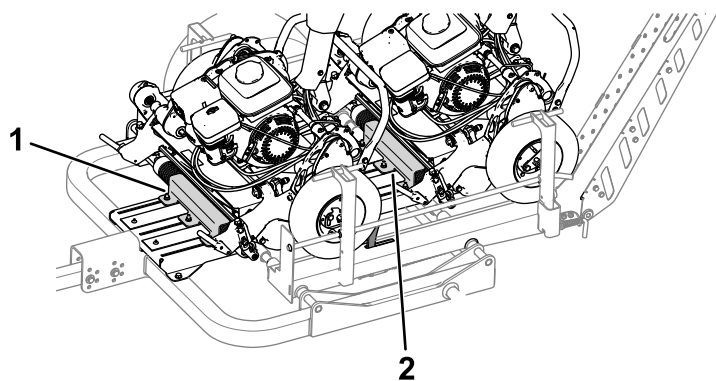

Figura 31
- B. Deslice hacia atrás el soporte del rodillo trasero (**Figura 31**) hasta que entre en contacto con el rodillo delantero de la máquina trasera.
- E. Deslice hacia atrás el soporte del rodillo delantero (Figura 31) hasta que entre el contacto con el rodillo delantero de la máquina delantera.